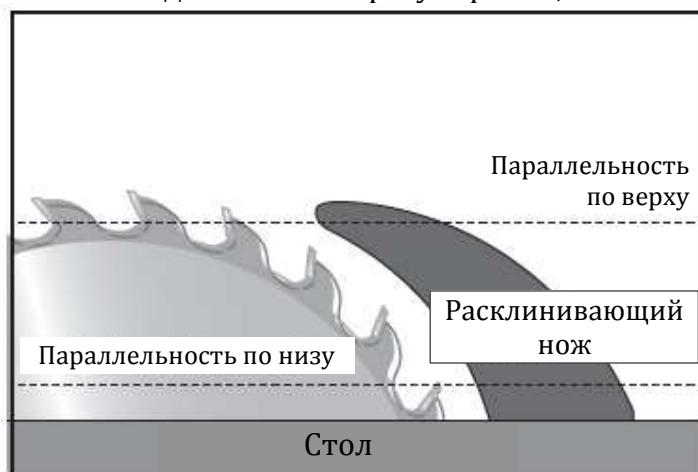

Рис. 74. Проверка параллельности по верху и низу расклинивающего ножа относительно пилы
3. Положить поверочную линейку по верху и низу пилы и распорки или расклинивающего ножа, как показано на рис. 74.